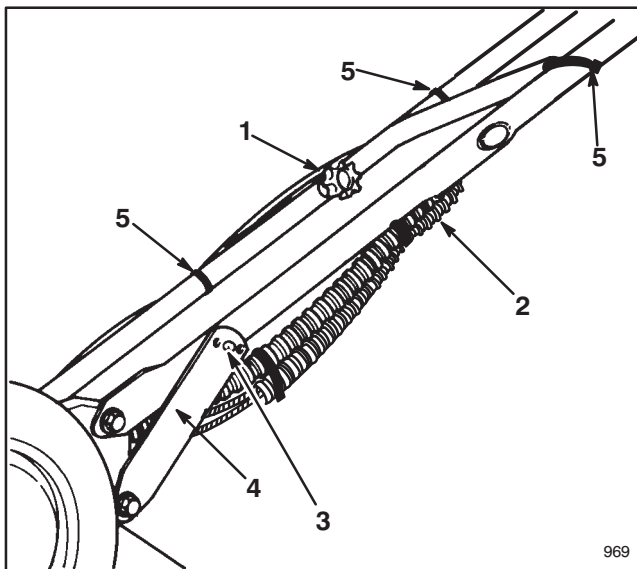

Abbildung 1
1. Griffholme ausrichten und kleines Handrad anziehen (Abb.1). Griffklinken leicht nach innen drücken (Abb. 1).
2. Griffholm nach hinten schwenken, bis der Gewindestift in das mittlere Loch der Klinke einrastet (Abb. 1). Falls die Griffhöhe nicht richtig ist, kann sie durch Einrasten des Stifts in ein anderes Loch verstellt werden. Lage der Bowdenzugkabel mit Kabelbindern fixieren.